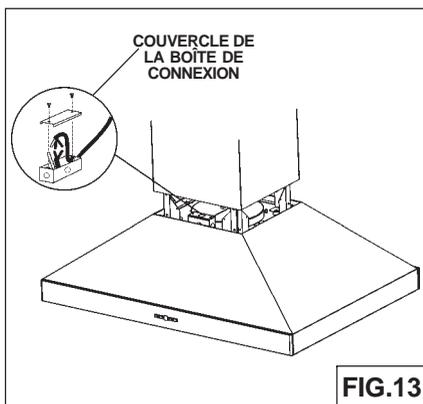

FIG.13
1. Enlevez le couvercle de la **boîte de connexion électrique**. Ouvrez un trou de la boîte de connexion électrique (Fig.13).